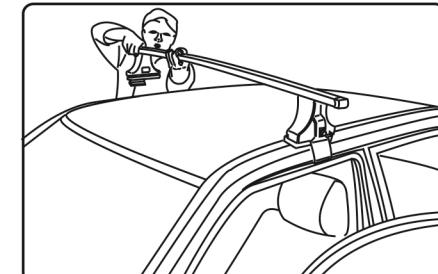

рис. 19
7. Зацепите прижимы за верхний проем двери (рис. 19).